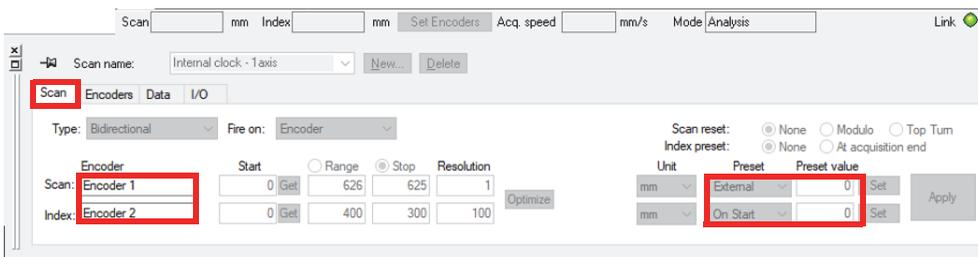

图 2-2 FocusPC软件中的参数
- ◆ 要进行扫查，需按下播放键，并在完成一行扫查后、进行下一行扫查前松开按键。点击器的工作方式与OmniScan仪器中的点击器功能相同，即每次按下按钮时，步进值都会递增。第34页的图 2-2显示要在FocusPC软件中输入的参数。